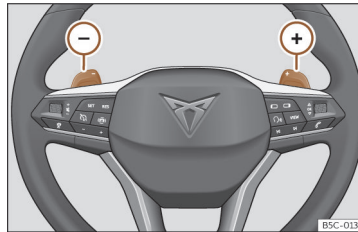

Fig. 158 Volanul: maneta pentru transmisia automată
- Apăsăți padela de schimbare a treptelor de viteză (+) pentru cuplarea unei trepte superioare»» **fig. 158**.